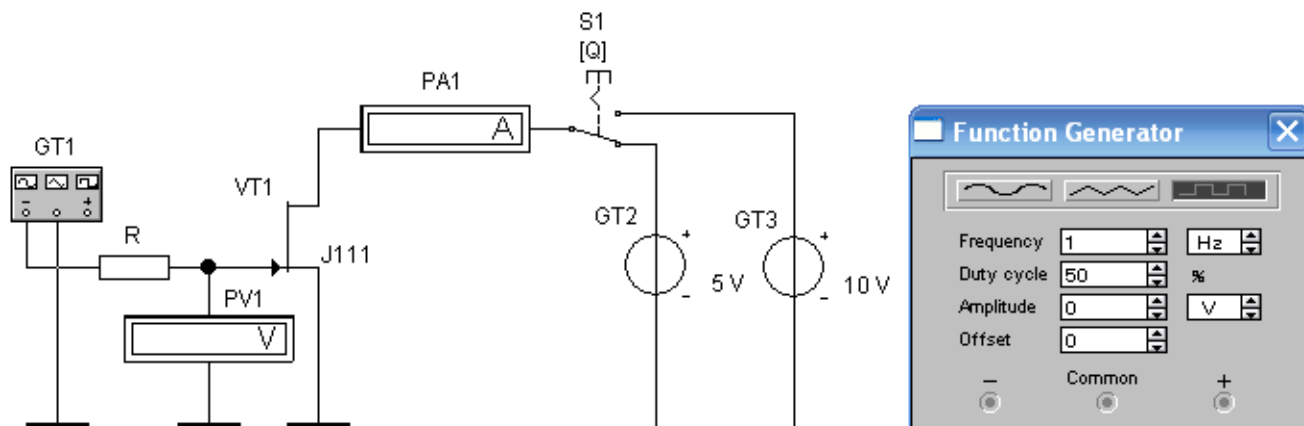

Figura 2 — Circuitul de ridicare a caracteristicilor de transfer $I_d = f(U_{g-s})/U_{d-s} = \text{const.}$
1.1 Accesați programul „*Electronics Workbench*”, care se află pe suprafața de lucru a calculatorului, prin clic dublu stânga pe iconița respectivă. Apoi deschideți mapa „*luc_lab_deme*” din discul „*D*”, intrați în mapa „*tr_tec*” și deschideți fișierul „*tr_tec_01.ewb*”, pe ecran apare circuitul din figura 2. În circuit sunt utilizate: